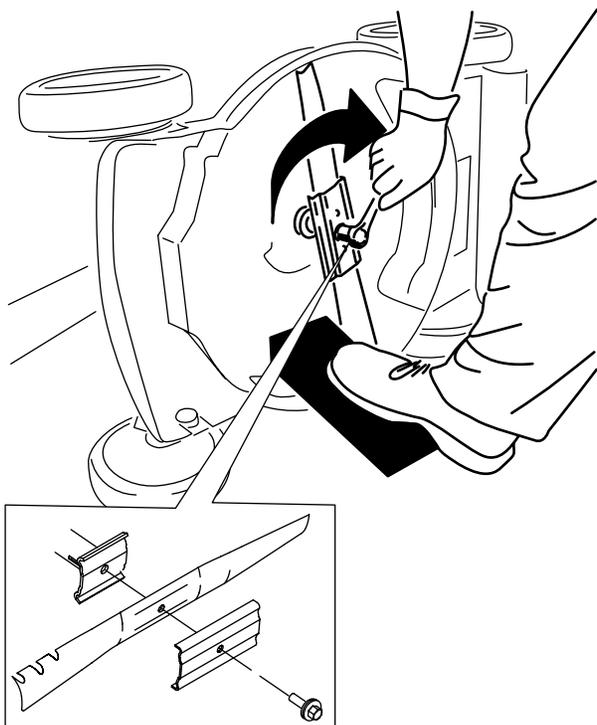

Figura 31
5. Instale lâmina nova e todo o equipamento de montagem (Figura 31).